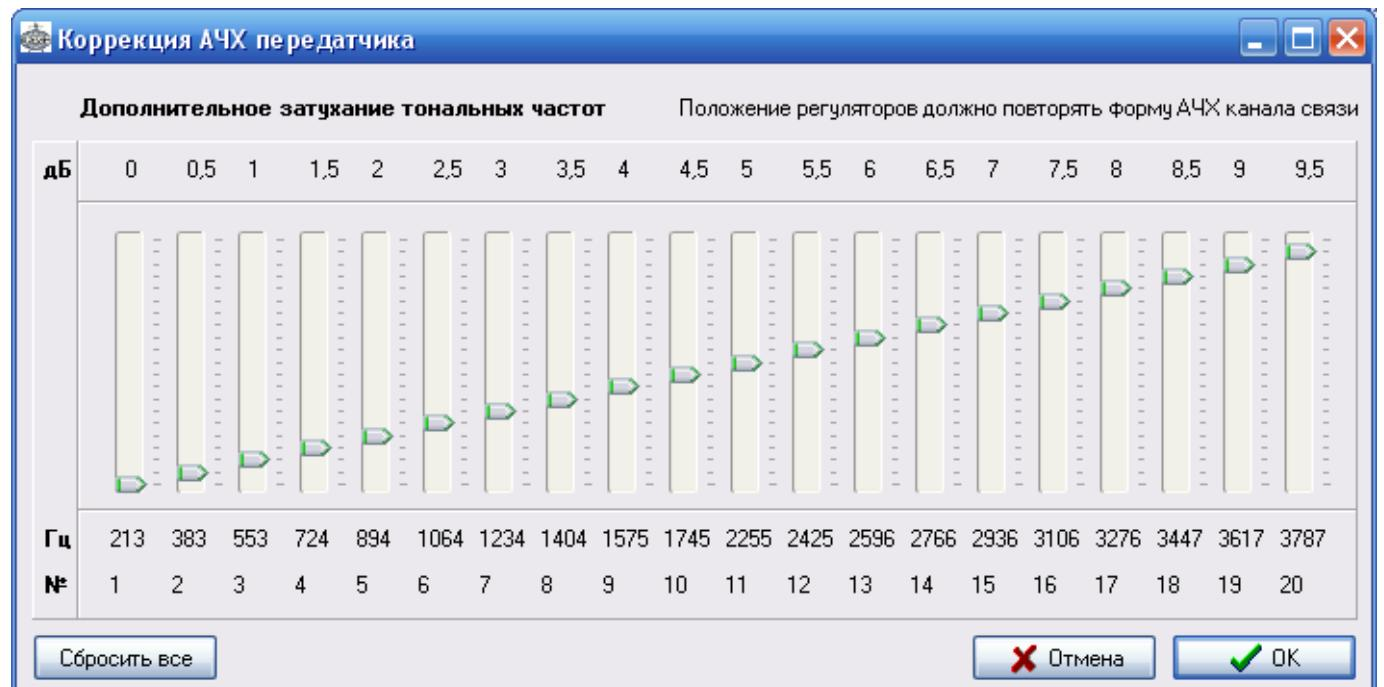

Рисунок 1.27 – Окно коррекции АЧХ передатчика
– «Коррекция АЧХ передатчика» (рисунок 1.27). При отличии тонов команды более 6 дБ, команда будет игнорирована приемником. Если, например, АЧХ канала имеет неравномерность более 5 дБ, то при помощи эквалайзера ее можно скорректировать, вводя соответствующие затухания;